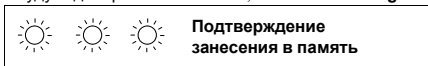

Fig. 2.14
- 5 Для занесения в память установленной настройки, держать нажатой кнопку перезапуска бойлера приблизительно 5 секунд, все индикаторные лампы будут одновременно мигать, как описано в Fig. 2.14.